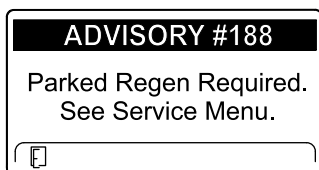

Figura 53
- Parked regeneration required (Es necesaria una regeneración con la máquina aparcada) ADVISORY #188 (Aviso n.º 188) (Figura 53)